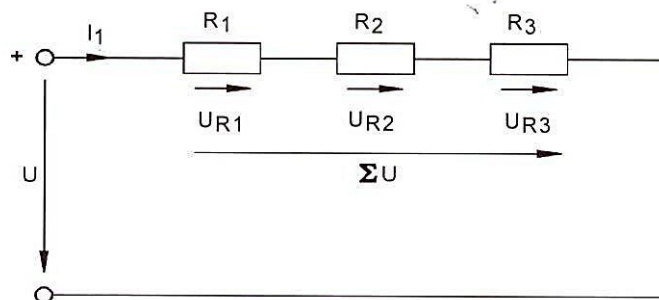
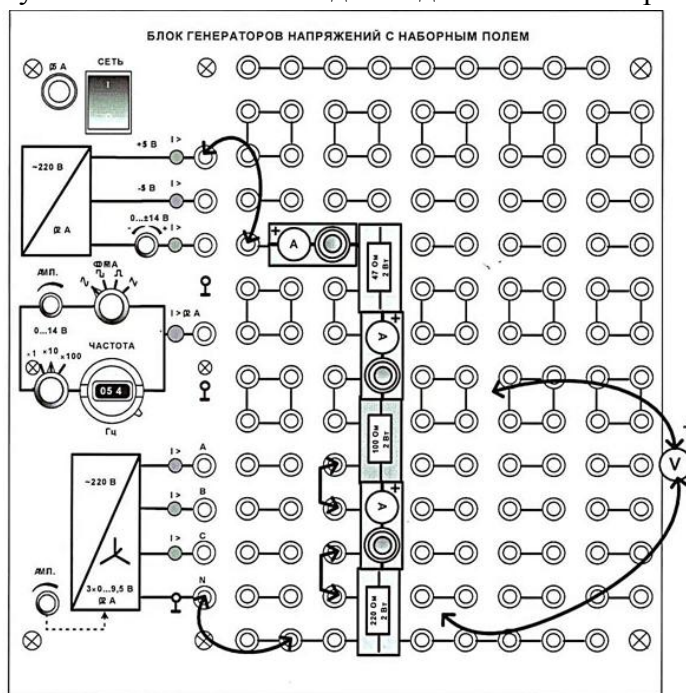

Рис. 2.1. Последовательное соединение резисторов
Рис. 2.2. Монтажная схема
- 5.1. Соберите цепь согласно принципиальной схеме (Рис. 2.1) и монтажной схеме (Рис. 2.2). Используйте источник напряжения «+15 В». Последовательно с резисторами $R_1 = 47$ Ом, $R_2 = 100$ Ом и $R_3 = 220$ Ом установите миниблоки для подключения амперметра.